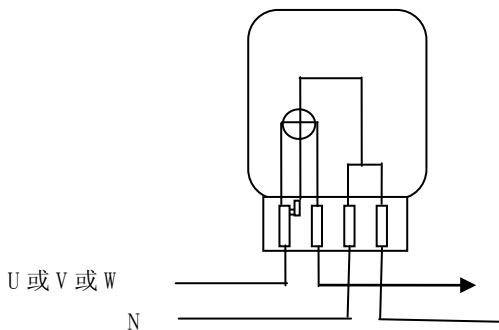

图 2
4) 单相表接线应符合 DL/T 825-2002 中附录 A 中图 A.1 要求，单相计量有功负荷直接接入方式的接线要求（如图 2）。不能将火线或者零线串接起来，否则会因为多个用户电流集中流过端子导致过载烧坏。